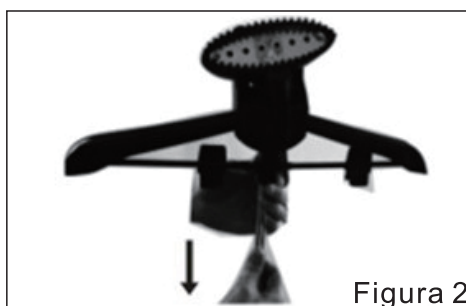

Figura 2
- ③ Instale o bocal de vapor e o gancho e o cabide para baixo, na direção indicada na figura 2.